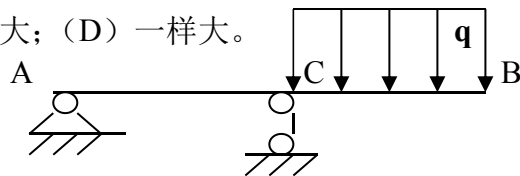

图 6
5. 画出图 6 上 AB 的弯矩图，其中 $AB=L, AC=1/2L$ ，并标出特殊点的值。
1. 如图 6 已知：P、a，各构件重量及摩擦不计；求 A、B 处的约束反力。(10 分)